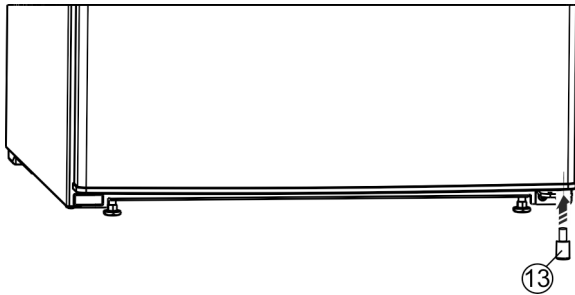

Fig. 9
- ▶ Inserire nuovamente il distanziatore Fig. 9 (13) nella porta, a destra in basso, poiché è importante per la stabilità dell'apparecchio.